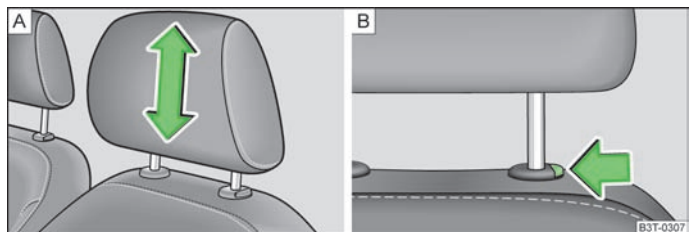

Fig. 59 Appuie-tête : réglage/démontage
- Attrapez l'appuie-tête par les côtés des deux mains et poussez-le vers le haut dans la position souhaitée » fig. 59 - [A].
- Si vous souhaitez abaisser l'appuie-tête, appuyez et maintenez la touche de verrouillage » fig. 59 - [B] d'une main et poussez en même temps l'appuie-tête vers le bas de l'autre main.
- Poussez la touche de verrouillage dans le sens de la flèche » fig. 59 - [B] et retirez l'appuie-tête.